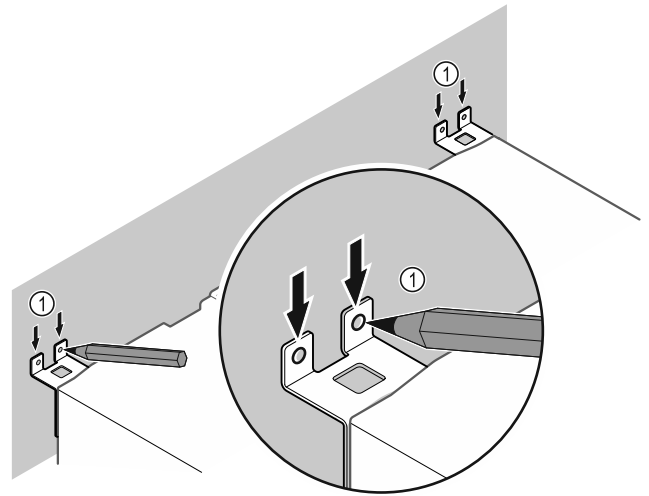

Fig. 9
- ▶ Trazar las marcas en la pared Fig. 9 (1).